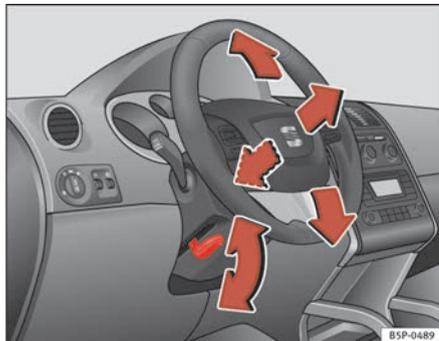

Fig. 133 Ajuste de la posición del volante
- Tire hacia abajo de la palanca ⇒ fig. 133 situada debajo de la columna de dirección ⇒ ⚠.